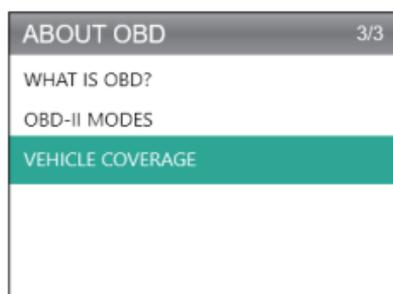

Figura 9.1.2
2. Selecione SOBRE OBD (Veja Figura 9.1.2), e pressione [OK]. Aparecerão três opções, incluindo O QUE É OBD? (Informações gerais sobre OBD, OBDII MODES, VEHICLE COVERAGE, modelos que suportam, e mais).